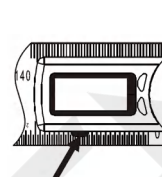

fig.1
- Pressione o suporte da bateria (fig. 1)